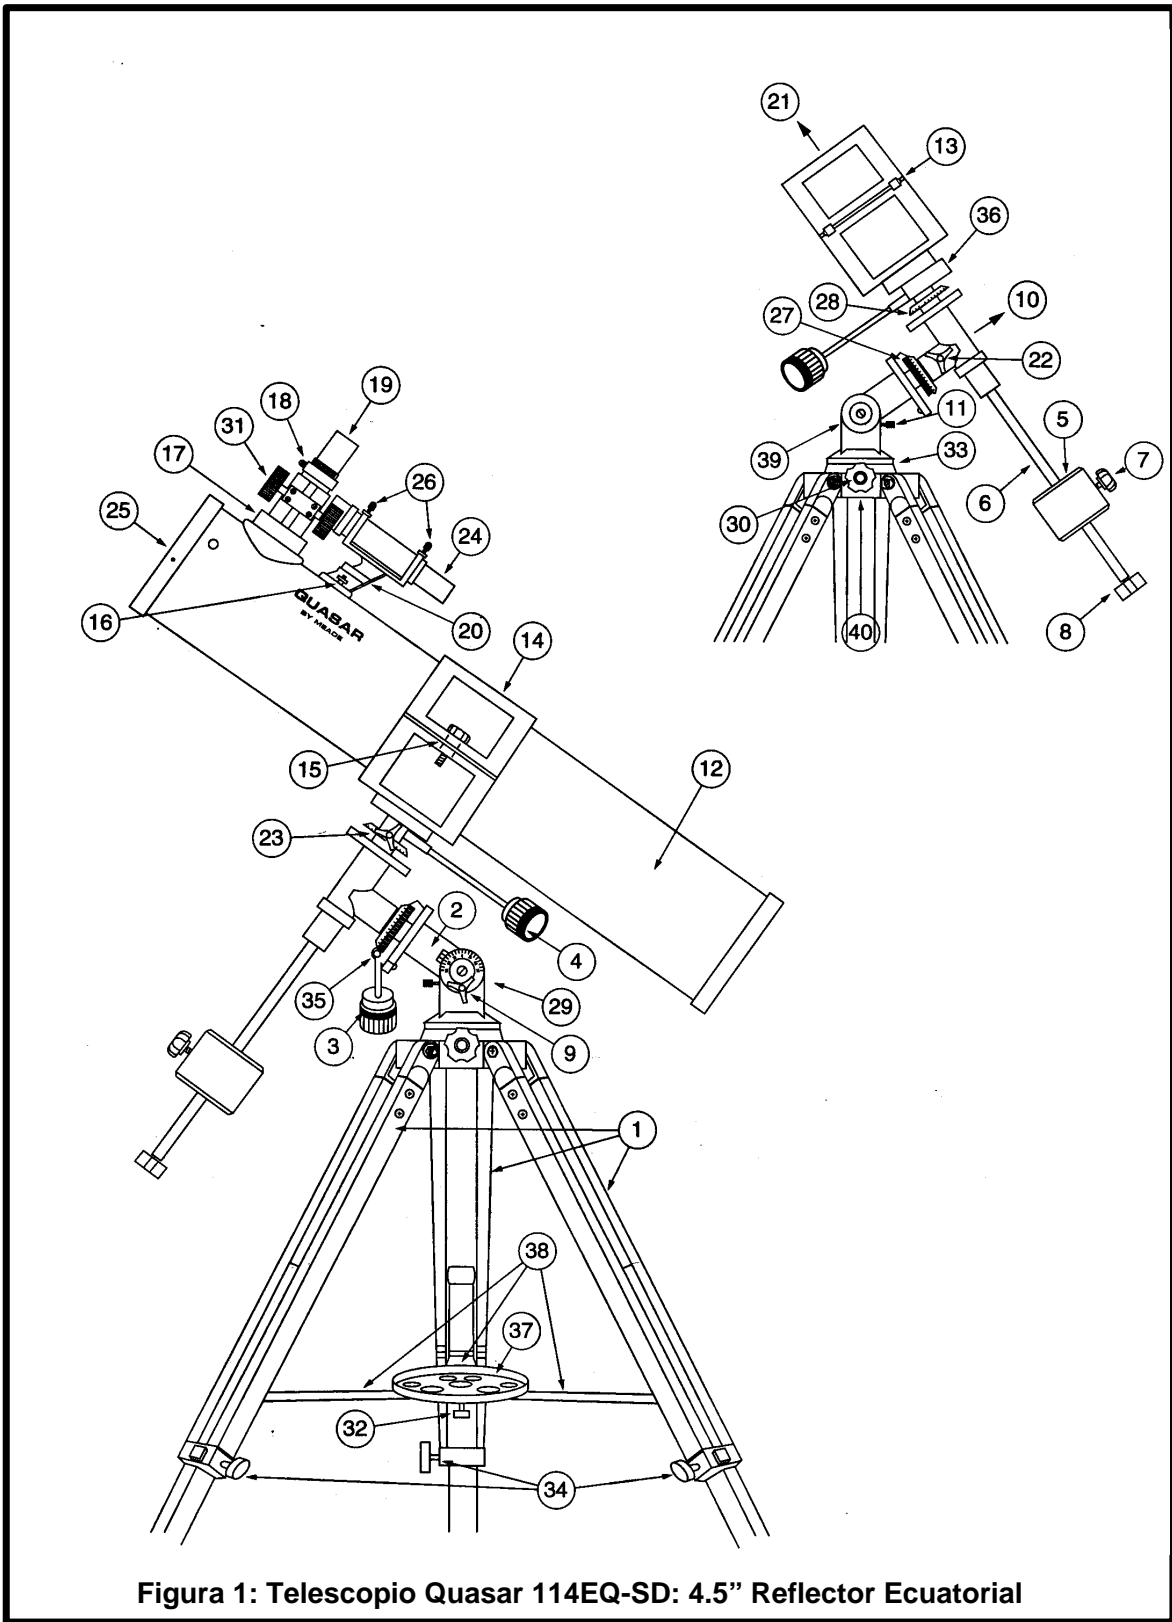

Figura 1: Telescopio Quasar 114EQ-SD: 4.5" Reflector Ecuatorial
### Partes de la Figura 1.
- Libere el candado de latitud (9) de la montura ecuatorial, e incline el eje polar (10) del telescopio a unos 45° con respecto al horizonte, como se muestra en la Figura 1. Esta inclinación se logra primero aflojando el control de ajuste (11); este ajuste, llamado "Candado de Ajuste de Latitud" se muestra en la Figura 1 en la parte superior de la página. Ahora con el eje polar inclinado, apriete firmemente la perilla de ajuste (9).
- Afloje el candado del arnés (15) del arnés de montaje (14) y abra la mitad superior.
- Remueva las tuercas para montaje del buscador (16) de sus tornillos que salen hacia fuera en el tubo óptico (12), cerca del enfocador. Coloque la montura haciendo pasar los tornillos del tubo (16) por las perforaciones previstas en la montura del buscador, como se muestra en la Figura 1. Entonces coloque nuevamente las tuercas de montaje y apriete con la mano. Coloque el buscador de tal manera que el lente objetivo (el de mayor diámetro) apunte hacia el mismo lado que el extremo abierto del tubo óptico.
- Sosteniendo firmemente el tubo óptico (12), acomódelo en su posición sobre la mitad inferior del arnés (14) (que esta localizado inmediatamente sobre la montura), con el punto medio del tubo óptico aproximadamente en el centro del arnés. Entonces cierre la mitad superior del arnés (12) sobre el tubo. Ahora, apriete el candado del arnés (15) con la mano; no lo apriete demasiado. Note que después desee girar el tubo para lograr una posición más cómoda en el enfocador (17). Este ajuste puede llevarse a cabo varias veces en una sesión de observación, reduciendo la presión del arnés sobre el tubo óptico
- Inserte el ocular MA 25mm (19) en el enfocador (17), y apriete el tornillo de aseguramiento (18) para evitar que se caiga.